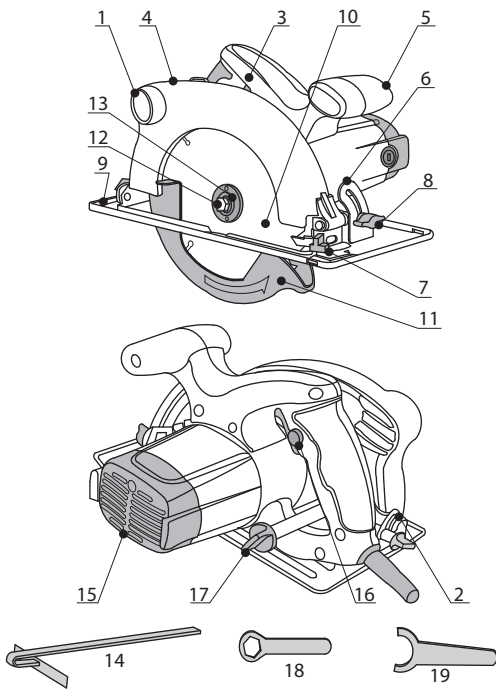

Рисунок 1. Устройство пилы
2. Удерживая фланцевым ключом (рис. 1, поз. 19) внешний фланец (поз. 13), открутите ключом (поз. 18) болт крепления пильного диска (поз. 12), как показано на рисунке 2..
Включение: Для включения электроинструмента нажать кнопку блокировки (рис. 1 поз. 16), и удерживая её в этом положении, нажать кнопку выключателя (поз. 3). Процесс показан на рисунке 4.
1. Ослабить зажимные винты (рис. 1 поз. 8).